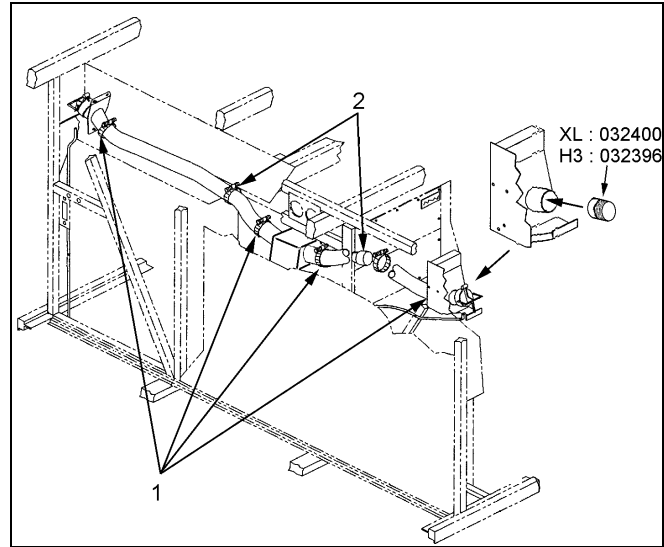

FIGURE 2 : BOYAUX DE REMPLISSAGE GAUCHE ET DROIT
5. Desserrer les colliers de serrage aux extrémités des boyaux de remplissage gauche et droit et retirer les boyaux (item ① figure 2).
6. Retirer les clapets anti-retour existants à l'intérieur des boyaux. Ceux-ci sont maintenus dans le boyau par un collier de serrage (item ② figure 2).
20. À l'aide d'un pistolet thermique, chauffer et retirer les adaptateurs filetés (ceux-ci sont collés) insérés dans les embouts de remplissage (figure 2). Remplacer par le nouvel adaptateur #032396 et coller au loctite 330 (ensemble #680446).
24. À l'aide d'un pistolet thermique, chauffer et retirer les adaptateurs filetés (ceux-ci sont collés) insérés dans les embouts de remplissage (figure 2). Remplacer par le nouvel adaptateur #032400 et coller au loctite 330 (ensemble #680446).